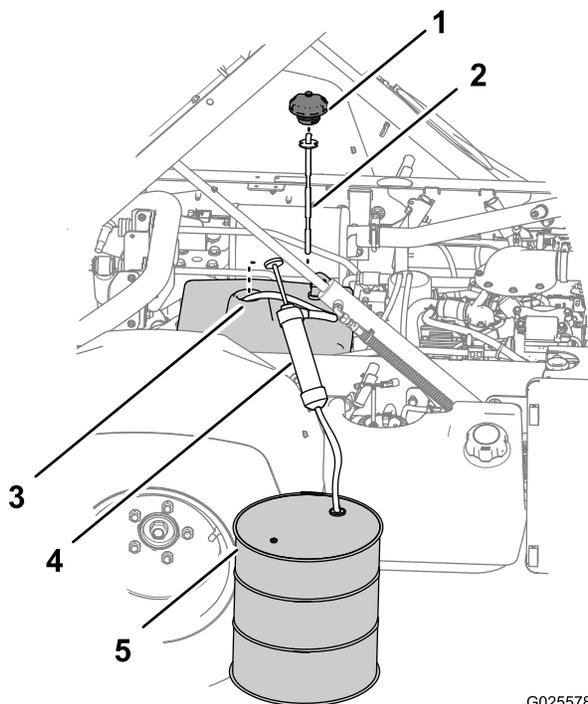

Figura 91
3. Rimuovete il tappo e l'asta di livello dal bocchettone di riempimento del serbatoio (Figura 91).
4. Inserite il flessibile di ingresso dell'attrezzatura per il pompaggio attraverso il bocchettone di riempimento del serbatoio idraulico e verso il fondo dello stesso (Figura 91).
5. Orientate il flessibile di scarico dell'attrezzatura di pompaggio in un contenitore di raccolta (Figura 91) con capacità di 11,4 litros – Modello non TC o capacità di 19 litros – Modello non TC con kit apparati idraulici ad alto flusso (optional) o modello TC.
7. Rimuovete l'attrezzatura per il pompaggio dal serbatoio (Figura 91).
8. Aggiungete 7,5 litros — Modello non TC o 15,1 litros — Modello non TC con kit apparati idraulici ad alto flusso (optional) o modello TC del fluido idraulico specificato nel serbatoio idraulico (Figura 91).
9. Montate l'asta di livello e il tappo sul bocchettone di riempimento del serbatoio idraulico (Figura 91).